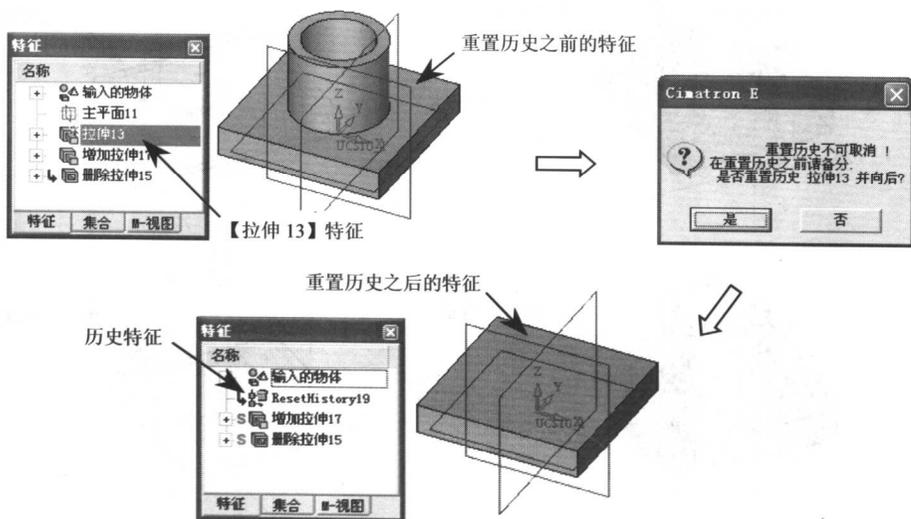

图 1-8 重置历史特征
• **【重置历史】**：选择该选项表示将选定的特征设置为一个不可以进行编辑的特征，而且在执行了该操作后，所选的特征不可以回复到之前的状态。例如，在特征显示区域中选择**【拉伸 13】**特征，然后在其右键菜单中选择**【重置历史】**选项，系统将弹出提示对话框，在该对话框中单击**是**按钮，可以将**【拉伸 13】**特征重置为历史特征，如图 1-8 所示。